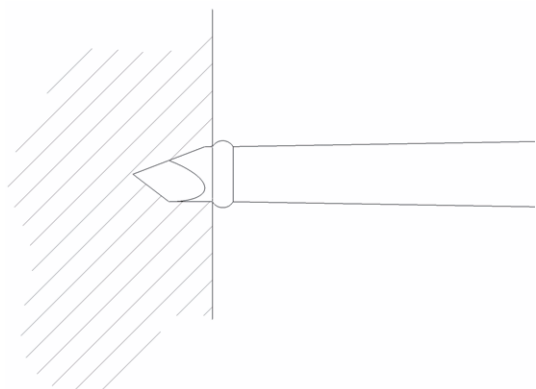

Fig. 1 Punzón totalmente insertado
- No inserte nunca el punzón más allá del borde elevado: consulte la Fig. 1.